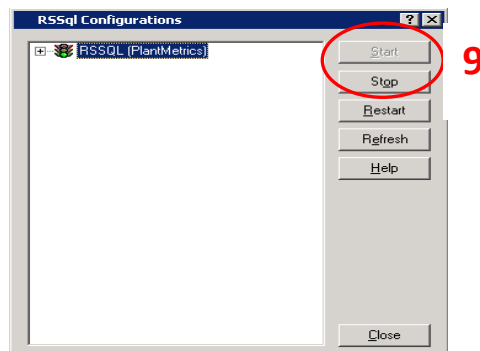

Imagen 23
9.- En la ventana que se nos abrirá (Imagen 23), pulsar en primer lugar **Stop**, y posteriormente **Start**: